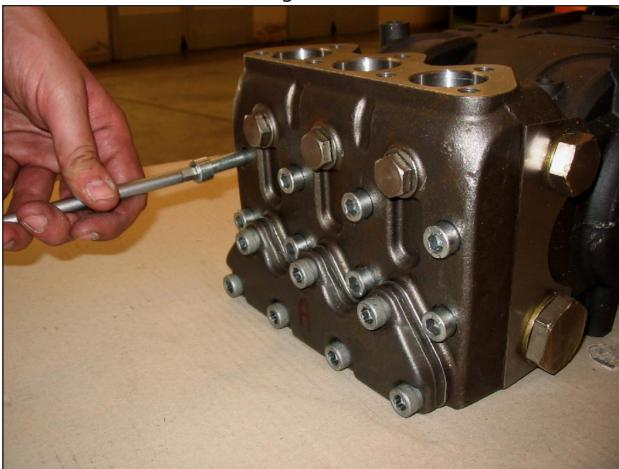

Fig. 20
- Remova os parafusos de fixação do cabeçote M10x110, conforme indicado na Fig. 20.